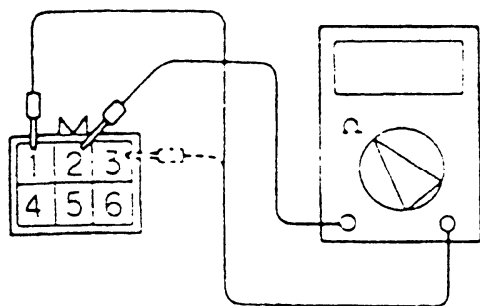

图 3-59 检查怠速控制伺服线圈电阻 (1)
②如图 3-59 所示，测量怠速控制伺服（ISC）侧接头之 2 号端子（专用工具的白色夹子）与 1 号端子（专用工具的红色夹子）之间的电阻值，或 2 号端子与 3 号端子（专用工具的蓝色夹子）之间的电阻值。该电阻值标准值为 28~33 Ω（20℃时）。